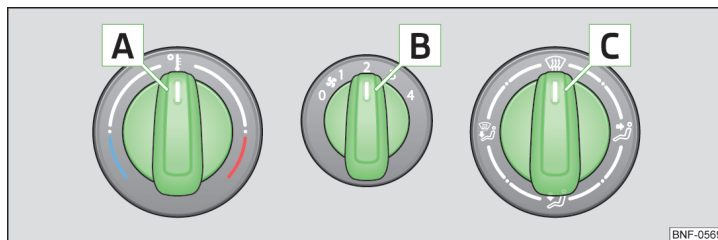
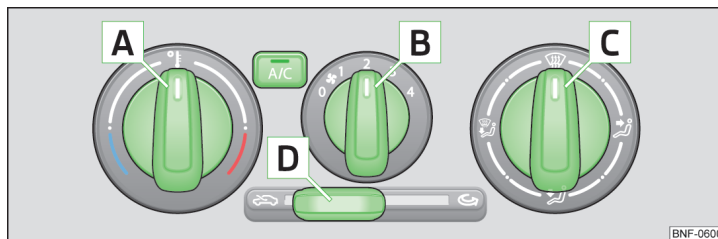

Bild 74 Reglage för värmesystem
Bild 75 Reglage för klimatanläggning
Funktioner hos enskilda reglage » bild 74 och » bild 75
- För att slå på luftcirkulationen, skjut skjutreglaget **D** till läge » bild 75 på sidan 68.